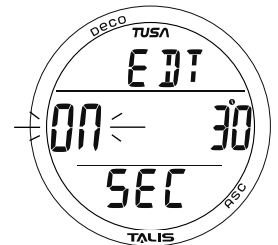

Abb. 92 - FREE-EDT-ALARM EINSTELLEN
**EDT-Alarm einstellen**, Informationen beinhalten (Abb. 92):